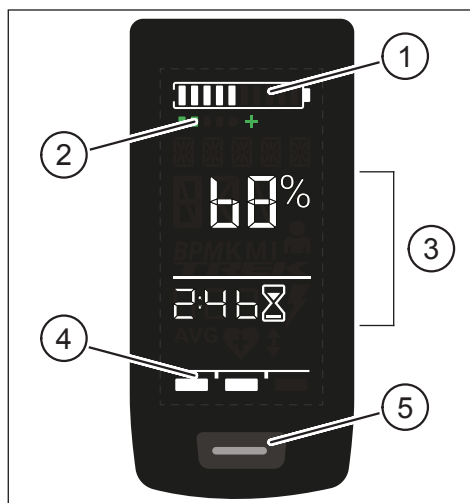
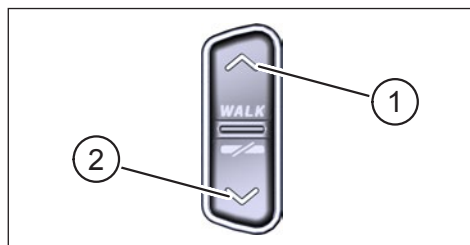

Fig. 1: Funcionamiento y componentes indicadores en Display
Fig. 2: Funcionamiento el Remote
en Fig. 1
Pos. en Fig. 2	Descripción
- ▶ Mantenga pulsado el botón en el Display (Pos. 5 en Fig. 1) y el botón ABAJO en el Remote (Pos. 2 en Fig. 2) durante al menos 5 segundos.
- ▶ Con una **breve** pulsación en el botón de la Display (Pos. 5 en Fig. 1) se cambia a la siguiente vista de pantalla.
- Pulse la tecla ABAJO del mando Remote (Pos. 2 en Fig. 2).
- Pulse el botón en el mando Display (Pos. 5 en Fig. 1).